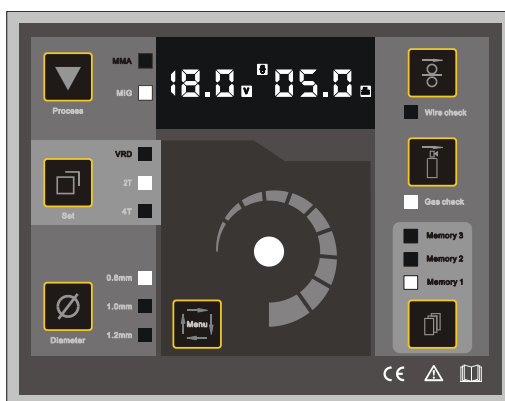

Рисунок 7: Дисплей с функцией проверки газа в режиме MIG
- d) В режиме MIG, нажмите **【Gas check】**, загорается индикатор, функция проверки газа включена. (Рисунок 7). **【Цифровой дисплей】** продолжает мигать до тех пор пока вы не нажмете выключатель горелки или любую другую кнопку на панели. **【Цифровой дисплей】** и **【GAS CHECK】** перестают мигать – функция проверки газа выключается.